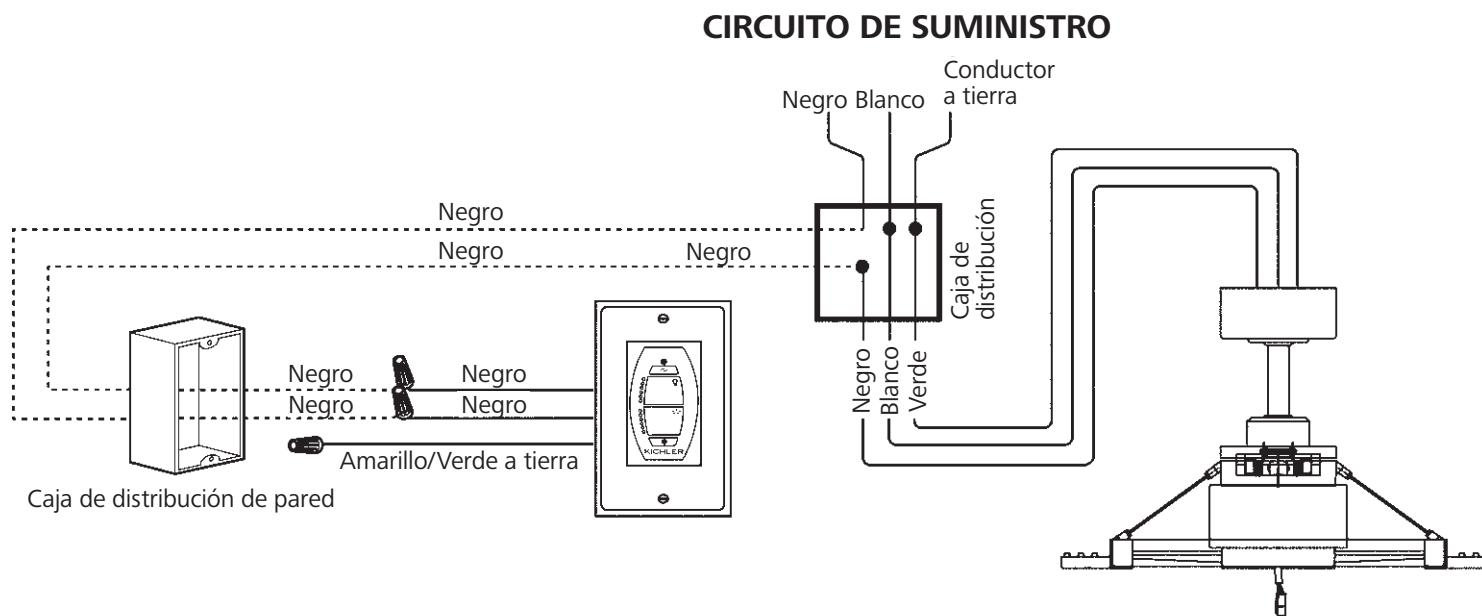

Fig. 13
Ilustradas en la Figura 13. Asegure cada una de las conexiones con las tuercas para cables proporcionadas. (Fig. 13)
Paso 1. Conecte el cable negro del ventilador (motor) al cable negro del control de pared. (Fig. 13)
Paso 2. Conecte el cable blanco del ventilador (motor) al cable blanco (neutro) del suministro de energía de su hogar. (Fig. 13)
Paso 3. Si su caja de distribución tiene un cable de puesta a tierra (verde o cobre sin recubrimiento), conéctelo al cable de puesta a tierra del ventilador de techo y/o al soporte de montaje para cielorraso. (Fig. 13)
Paso 1. Conecte el cable negro (AL MOTOR L) del control de pared con el cable negro de la caja de distribución eléctrica de pared. (Fig. 13)
Paso 2. Conecte el cable negro (CA EN L) del control de pared con el cable negro de la caja de distribución eléctrica de pared. (Fig. 13)
Paso 3. Si su caja de distribución tiene un cable de puesta a tierra (verde o cobre sin recubrimiento), conecte el cable de puesta a tierra amarillo/verde del control de pared a dicho cable; en caso contrario, conecte el cable de puesta a tierra amarillo/verde del control de pared directamente a uno de los tornillos de la caja de distribución eléctrica. (Fig. 13)